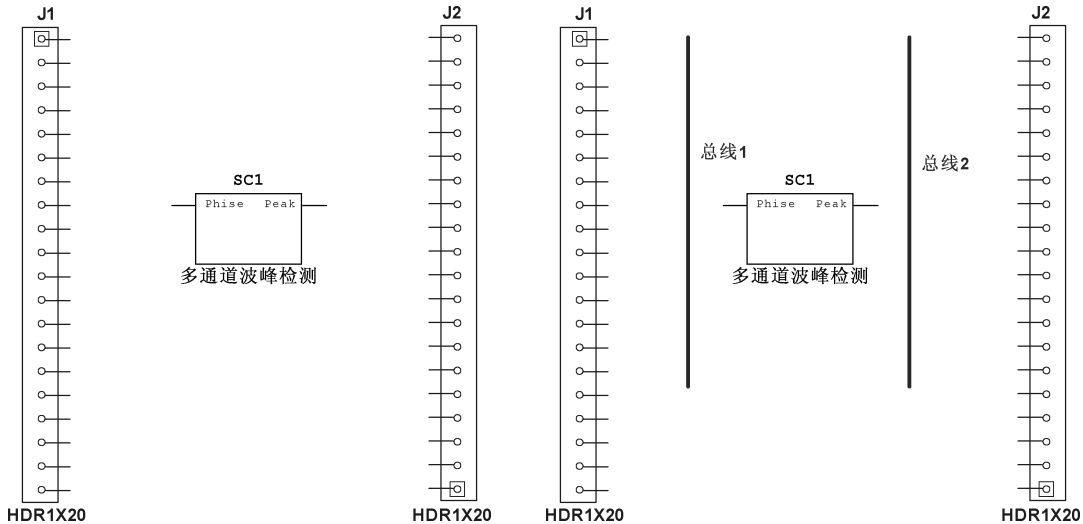

图 5-93 显示电路端口
1) 返回顶层电路“波峰检测电路”，显示包括电路端口的层次块符号，显示该符号与子电路的电气连接，如图 5-93 所示。